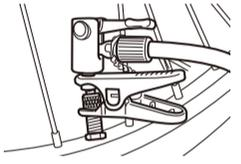

図8
- 4 図8のように英式専用トンボ口金とタイヤ・チューブのバルブを接続してください。